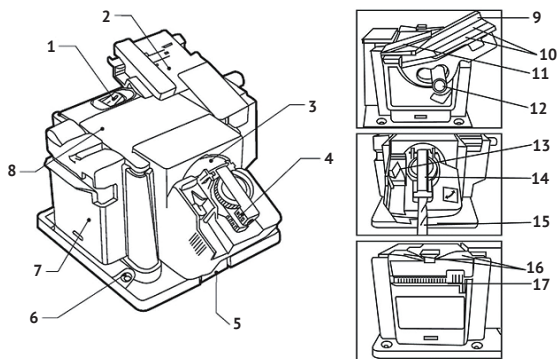
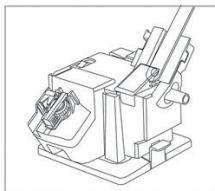
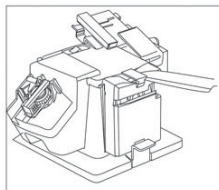
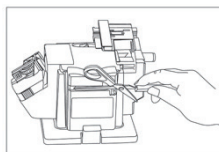

рис.1
рис.2
рис.4
рис.5
(далее по тексту – заточный станок) предназначен для заточки свёрл, ножей, ножниц и лезвий. Заточка различных инструментов производится с помощью 3-х сменных блоков: заточка свёрл (рис.1 поз.4); заточка стамесок, зубил (рис.1 поз.2) и заточка ножей или ножниц (рис.1 поз.7). Нужный для работы блок фиксируется в направляющих на фронтальной стенке станка с вращающимся алмазным кругом (рис.1 поз.3). При фиксации блока, срабатывает концевой выключатель (если микровыключатель не сработал, электродвигатель станка не включается).
1.6 Общий вид станка представлен на рис.1
1.7 Заточный станок состоит из силового блока (рис.1 поз.8), расположенного в пластиковом корпусе, закреплённом на основании. Силовой блок включает в себя электронную плату – выпрямитель и коллекторный двигатель постоянного тока. Для стационарного закрепления станка на верстаке (столе) шурупами или болтами, в основании имеются 4 монтажных отверстия (рис.1 поз.6). Крутящий момент с якоря электродвигателя передаётся через втулку на рабочий инструмент – заточный круг (рис.1 поз.3). Круг фиксируется на втулке пластиковой гайкой.
1.8 Выключатель (рис.1 поз.1) расположен сверху на силовом блоке.
- вставить в направляющие и опустить до фиксации (со щелчком) блок (рис.1 поз.2) для заточки стамесок, зубил и лезвий;
- положите заточиваемый инструмент (стамеску, др. лезвие) на кронштейн для лезвий. Магниты (рис.1 поз.10) удержат его в нужном положении (рис.2);
- для совпадения угла заточки с углом скоса стамески, ослабьте ручку регулировки угла (рис.1 поз.12) поверните кронштейн в нужное положение и затяните ручку;
- для удобства удержания узких лезвий пользуйтесь упором верхним (рис.1 поз.9) в качестве распорки;
- вставить в направляющие и опустить до фиксации (со щелчком) блок (рис.1 поз.4) для заточки свёрл;
- установите зажимное устройство со сверлом в V-образную направляющую (рис.1 поз.13), совмещая боковые пазы;
- вставить в направляющие и опустить до фиксации (со щелчком) блок (рис.1 поз.7) для заточки ножей и ножниц;
- включите электродвигатель и, удерживая нож за ручку (рис.4), вставьте ближайшую к ручке часть лезвия в прорезь (рис.1 поз.16) для заточки ножей;
- полностью раскрыв ножницы, перемещайте одно из лезвий вдоль щели заточки ножниц (рис.1 поз.17) от основания к кончику (рис.5);